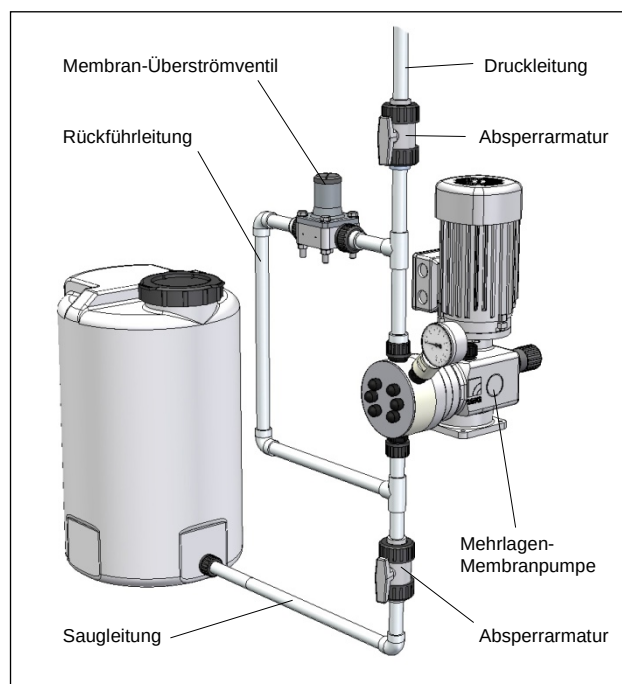

Abb. 21 Installation mit (externem) Überströmventil
- oder direkt an die Pumpensaugleitung anschließen, jedoch nur, wenn kein Rückschlagventil in der Saugleitung vorhanden ist (z.B. Fußventil einer Sauglanze) (vgl. Abb.21).